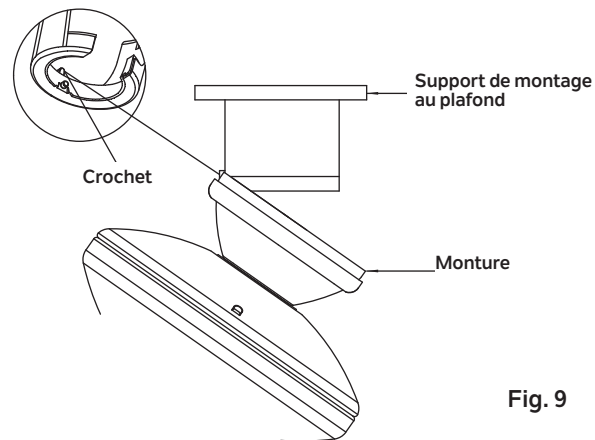

Fig. 9
Étape 6. Suspendez le ventilateur au crochet du support de montage. Assurez-vous que la monture est complètement fixée sur le crochet, comme illustré dans la Fig. 9. Ceci vous permettra d'effectuer les connexions électriques.